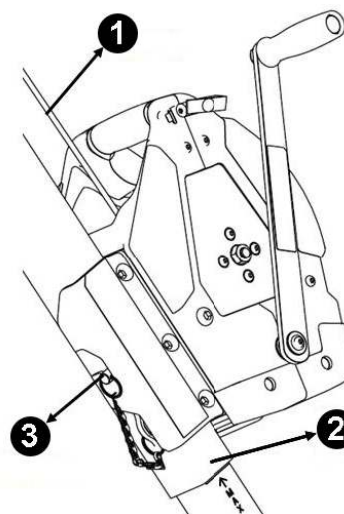

Figura 3
El cabrestante está diseñado para el uso con el trípode MSA Tripod como se muestra en la Figura 3. El cabrestante funciona como dispositivo principal de subida-bajada en sistemas que emplean el trípode para posicionar equipos para el acceso a espacios confinados sobre el área a la cual se quiere entrar. El cabrestante se monta en el lado de la pata del trípode. Esta posición hace posible la operación por parte de un asistente situado en la superficie, lejos del punto de acceso al espacio confinado, maximiza el espacio aprovechable en el interior del trípode y aumenta la estabilidad bajando el centro de gravedad del trípode.
- Consulte la Figura 3 y siga las indicaciones de la etiqueta de instalación en la sección 2.5 Marcas y etiquetas.